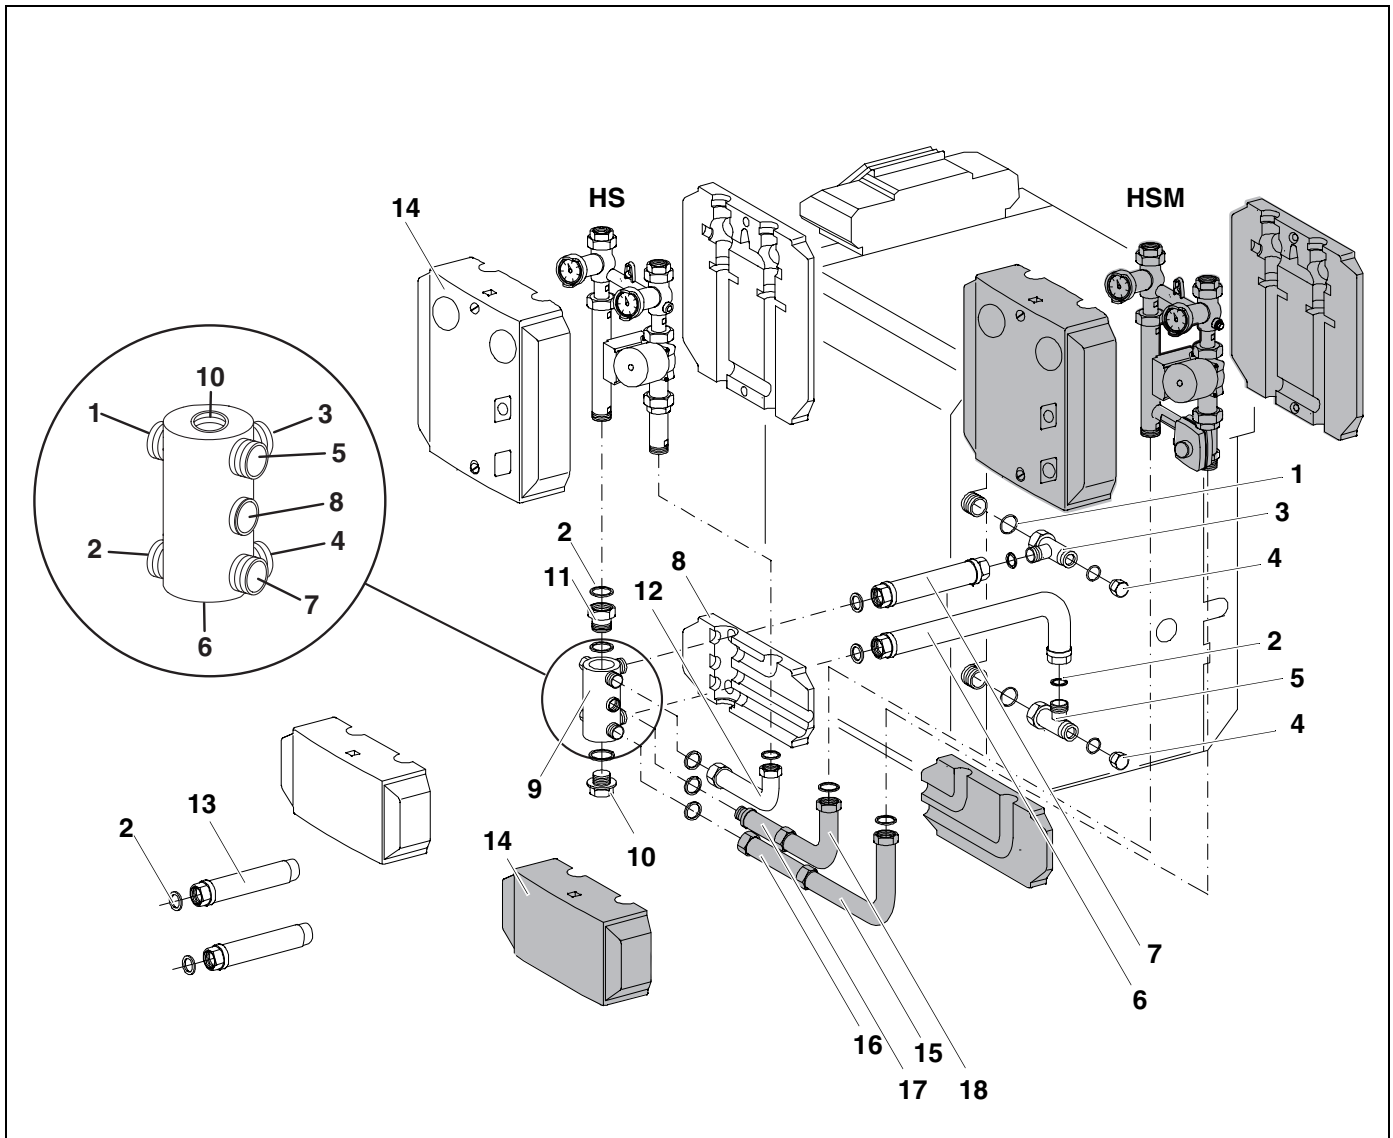

Abb. 7 Seitlich parallel Rechtsanbau mit Ergänzungs-Set ES 2
- Doppelnippel (17) mit O-Ring in den Abgang Nr. 8 im Multifunktionsverteiler (9) einschrauben.
- Rohrbogen (18) mit Dichtung (2) (langer Schenkel) montieren.
- Der freie Abgang des Vorlauf-Rohrbogens (18) muss senkrecht nach oben stehen.
- Dichtung (2) entsprechend Abb. 7 in die Verschraubung des Zwischenstückes (16) einlegen und das Zwischenstück (16) auf den Abgang Nr. 7 des Multifunktionsverteilers (9) aufschrauben.
- Rohrbogen (15) mit Dichtung (1) (kurzer Schenkel) montieren.
- Der freie Abgang des Rohrbogens (15) muss senkrecht nach oben stehen.
- Dichtungen (2) in die Verschraubungen der beiden Rohrbögen einlegen.
- Heizkreis-Set mit (HSM) oder ohne Mischer (HS) entsprechend Abb. 7 aufschrauben.
- Alle Verschraubungen auf Dichtheit prüfen und Wärmedämmschalen (14) montieren.